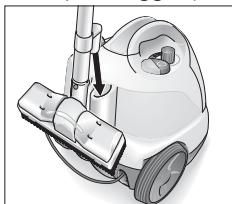

Fig. 8: Posizione parcheggio
- In caso di brevi interruzioni è possibile inserire il tubo di prolunga con ugello montato in posizione parcheggio (si veda la fig. 8).